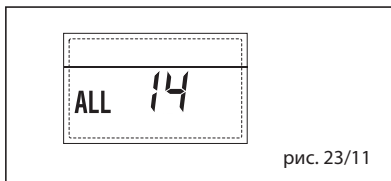

рис. 23/11
– **НЕПОЛАДКА ВЕНТИЛЯТОРА, “ТРЕВ. 15”** (рис. 23/12)